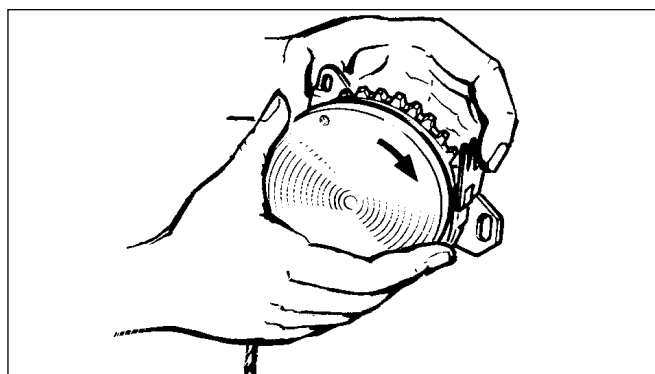

Abb. 16
- Stellen Sie die Vorspannung der Feder her, indem Sie das Zugseil durch Drehen der Seilrolle in Pfeilrichtung aufwickeln (Abb. 16)